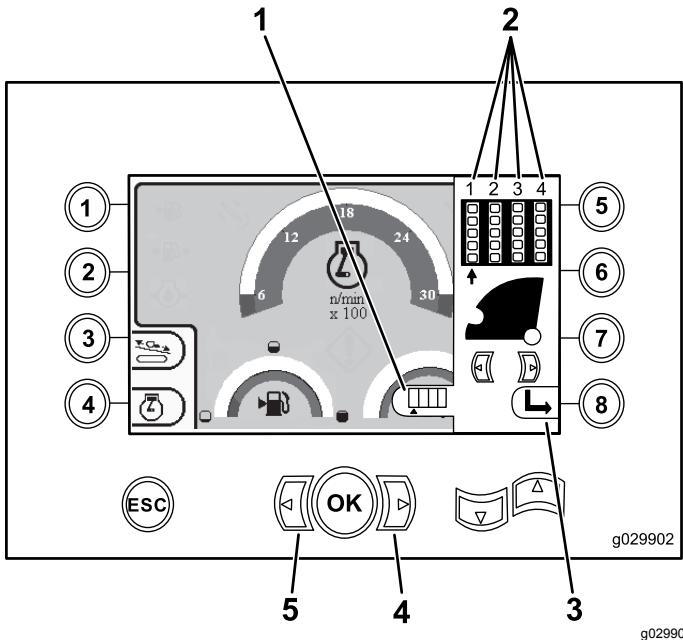

Figura 7
1. Pulse la flecha hacia la derecha o hacia la izquierda para seleccionar el número de la fila a la que desea acceder (Figura 7).
2. Despues de colocar la flecha debajo del número de la fila a la que desea acceder, pulse el botón 8 (Figura 7) para ocultar la ventana lateral.